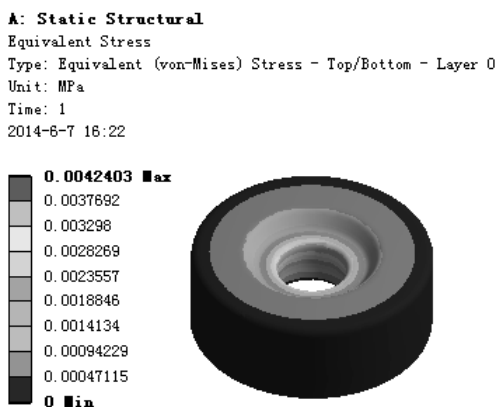

图 7.4.7 应力结果图解
(1) 求解分析。在顶部工具栏中单击 **Solve** 按钮求解分析。
(2) 查看应力结果图解。在“Outline”窗口中选中 **Equivalent Stress**，查看图 7.4.7 所示的总应力结果，其最小应力为 0MPa，其最大应力为 0.0042403MPa。